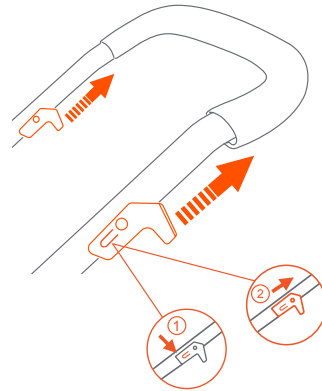

Fig. 8a
- 8) • Antes de plegar el cochecito, presione los botones inferiores a cada lado del asiento para desengancharlo del armazón del cochecito (Fig. 8a).